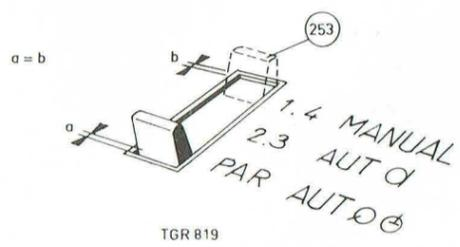

Fig. 5
Ajustage du commutateur de pistes pos. 253 (fig. 5)